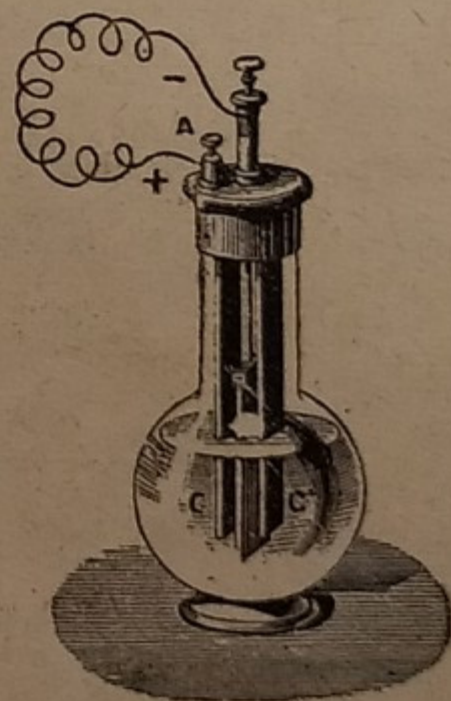

Fig. 133.
*Pila Grenet* (fig. 133). — Consta di una bottiglia contenente una miscela di acido solforico, acqua e bicromato di potassio, in cui pescano due lastre di carbone di storta parallele e poco distanti fra loro; e fra di esse una lamina di zinco, più corta e sollevabile attraverso il coperchio di ebanite in modo che se ne può interrompere facilmente il funzionamento. Il carbone è il polo  $+$  e lo zinco quello  $-$ .